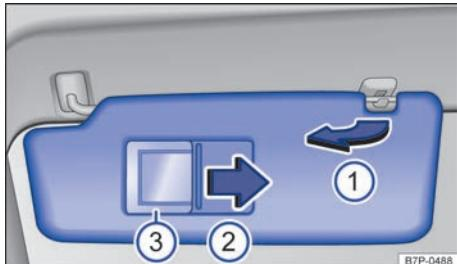

图 96 在前部顶篷上：驾驶员遮阳板
- 从固定支架中拉出，然后沿箭头方向朝车门翻转 ⇒ 图 96 ①。
在已翻下的遮阳板上，在一块盖板 ⇒ 图 96 ② 后有一个化妆镜。在盖板沿箭头方向滑动打开时，化妆镜四周 ③ 被照亮。